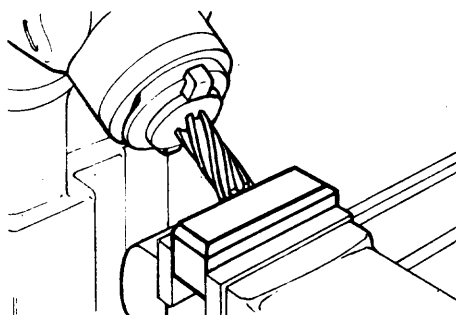

Fig. 6
2) Si el cabezal es universal tiene DOBLE articulación, el material puede mecanizarse tanto por desplazamiento transversal como longitudinal (fig. 6).